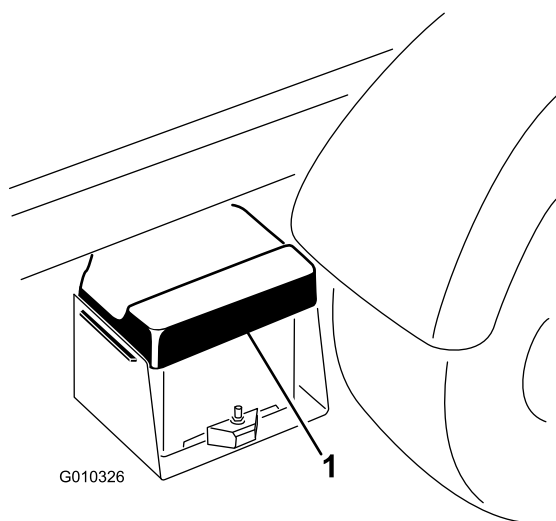

Figura 5
- Stringete il coperchio della batteria per liberare le linguette dalla cassetta della batteria (Figura 5).
2. Staccate il coperchio dalla cassetta della batteria (Figura 5).
6. Allineate il coperchio sulla cassetta della batteria (Figura 5).
7. Stringete il coperchio della batteria, allineate le linguette alla base della batteria e rilasciate il coperchio (Figura 5).